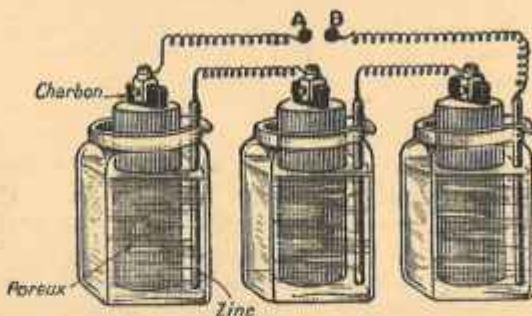
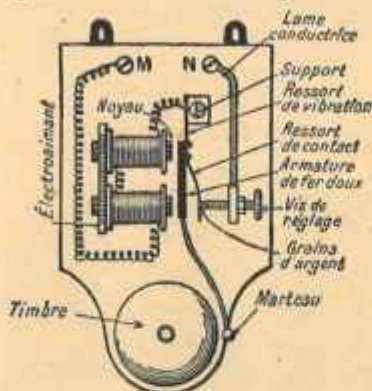

FIG. 145. — Trois éléments Leclanché en série.
FIG. 147.
1o Dans l'ancienne *pile Leclanché* (fig. 145), le pôle de charbon est entouré d'un mélange de bioxyde de manganèse et de charbon concassés, et le tout se trouve dans un vase poreux (ou « poreux »), en terre poreuse et scellé par une résine fondue (1).
(1) On constate souvent que les bâtons de zinc (fig. 145) s'amincissent (sous l'influence de l'oxygène de l'atmosphère) à 1 ou 2 centimètres de la surface et finissent par se couper. Là encore une mince couche de pétrole a des effets favorables.
(2) Éviter de placer les piles dans les cuisines.
86. **Sonneries et trompes.** — La sonnerie trembleuse est, avec la pile Leclanché, l'appareil électrique le plus populaire : on suivra donc facilement sa description sur la figure 147. Les bornes M et N sont branchées sur le circuit sans précaution spéciale : cela veut dire qu'on relie *n'importe comment* ces bornes
On branche alors *directement* (par deux bouts de fil neuf) les bornes MN (fig. 147) sur la source AB.
(1) Lorsqu'on est monté sur piles (fig. 145 et 146), il faut la débrancher sans retard, car un fonctionnement prolongé use très rapidement les piles.